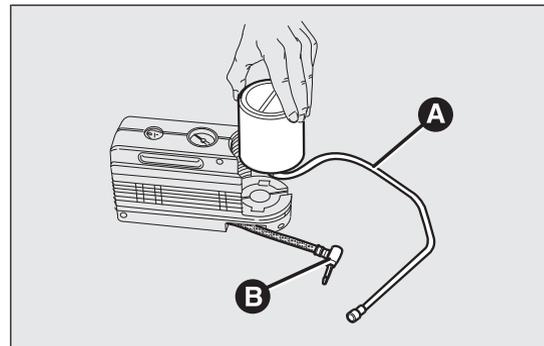

fig. 140
- disinserire l'innesto B fig. 140;